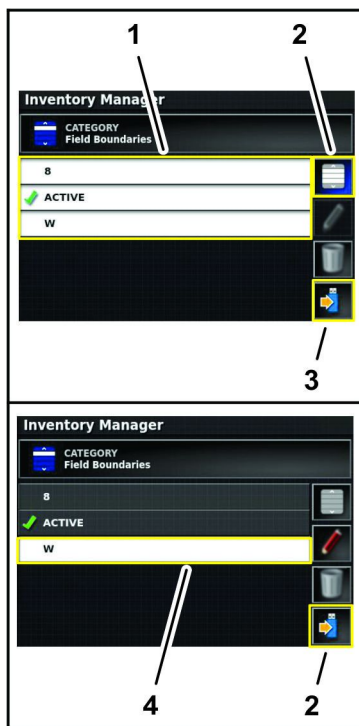

Figure 100
- Appuyez sur l'icône Tout sélectionner pour sélectionner toute l'information de la catégorie (Figure 100).
- Appuyez sur une ou des icônes d'information individuelles dans la catégorie (Figure 100).
8. Appuyez sur l'icône d'enregistrement des éléments sélectionnés (Figure 100).